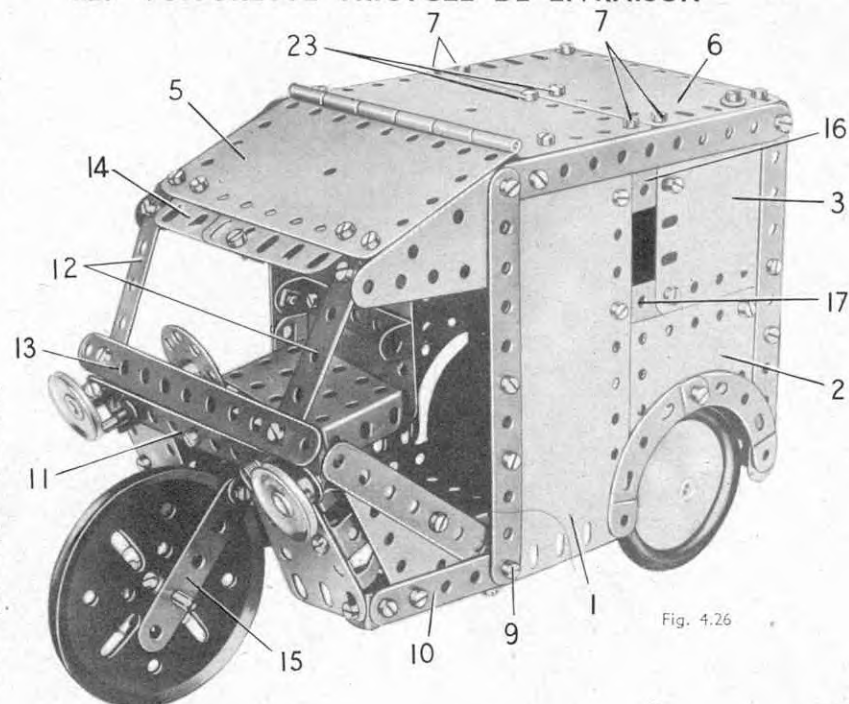

Fig. 4.26
Le côté qui apparaît sur la fig. 4.26 est constitué par une plaque flexible de 14 × 6 cm. (1), une plaque flexible de 14 × 4 cm. (2), et une plaque flexible de 6 × 6 cm. (3). Une bande de 5 trous (16) et une équerre triangulée (17) bordent la fenêtre ménagée entre les plaques. L'autre côté est constitué par une plaque flexible de 14 × 6 cm. et une de 14 × 4 cm. placées bord à bord, et par une plaque flexible de 6 × 6 cm. située à l'angle inférieur avant.